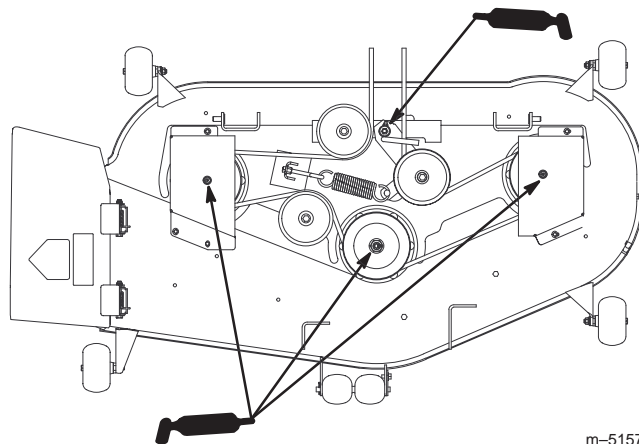

Figure 31
2. Lubrifiez les graisseurs des roulements des trois axes (Fig. 31).
3. Graissez le pivot de la poulie de tension (Fig. 31).